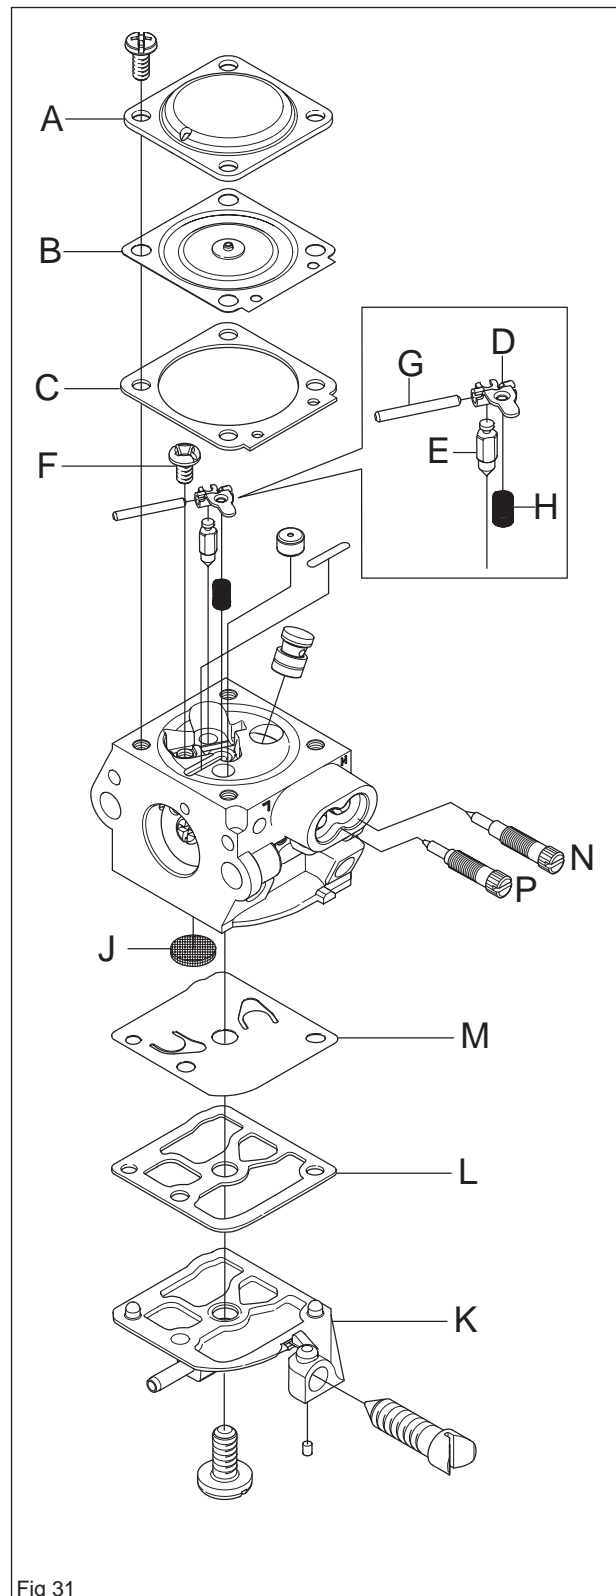

Fig 31
8. Démontez le couvercle (A) de l'unité de dosage et retirez prudemment la membrane de guidage (B) avec son joint (C).
9. Démontez la vis (F) et retirez la soupape à aiguilles (E) avec le levier (D), l'arbre (G) et le ressort (H).
10. Démontez le couvercle (K) de l'unité de pompage et retirez prudemment le joint (L) et la membrane (M).
11. À l'aide d'une aiguille ou autre, retirez prudemment le filtre à carburant (J).
12. Retirez les vis de bas (P) et de haut régime (N).
- (voir la figure 31)
3. la soupape à aiguilles (D) et son levier (E) doivent être en parfait état. (voir la figure 31)
4. le filtre à carburant (J) doit être en bon état et propre (voir la figure 31).
5. les pointes des vis de haut (N) et bas régime (P) ne doivent pas être endommagées (voir la figure 31).